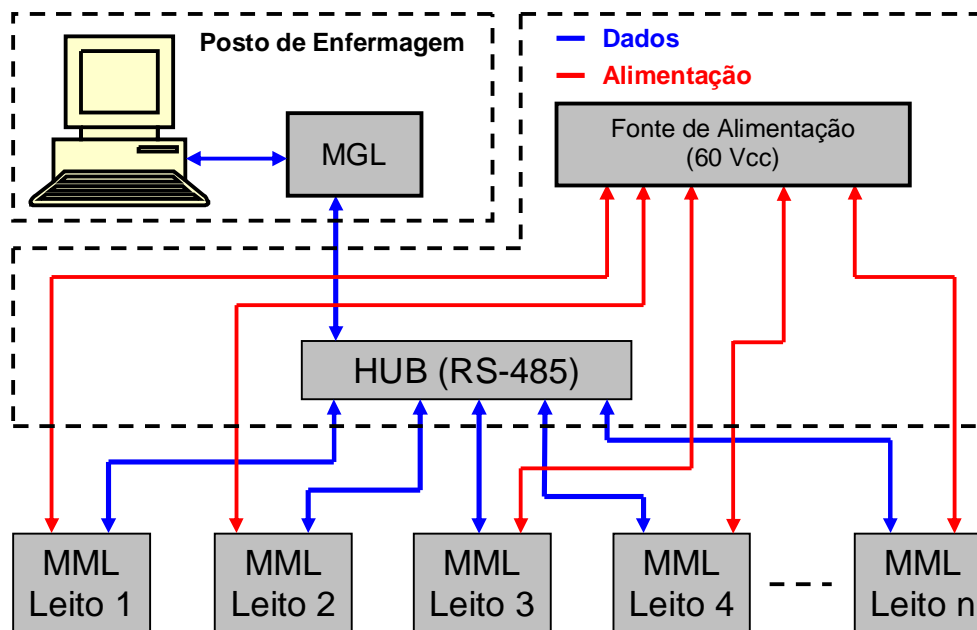
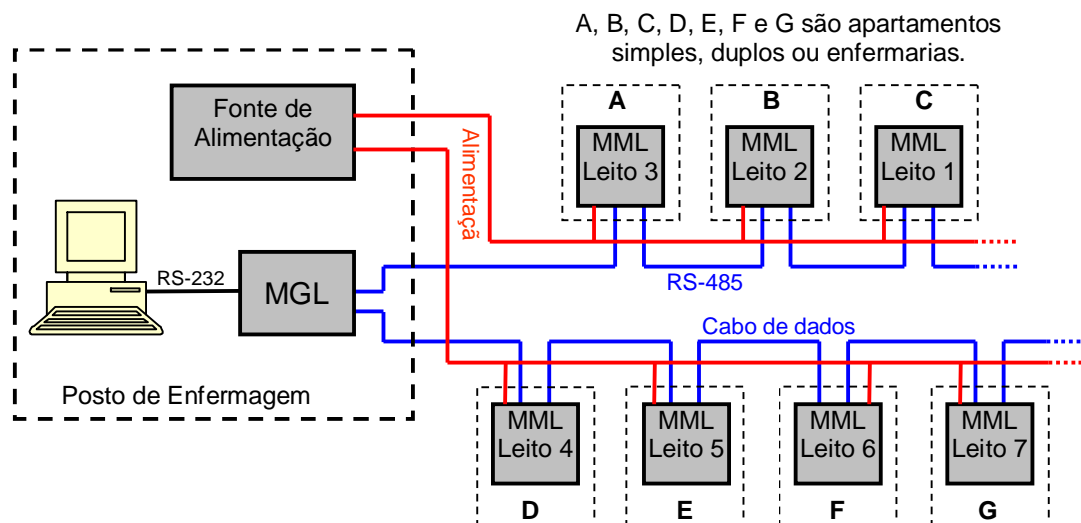

Figura 1 – Topologia Estrela – MML Versão 3.00
Figura 2 – Topologia Barramento – MML Versão 3.00
- Topologia **estrela** (veja a **Figura 1** abaixo)
- Topologia **barramento** (veja a **Figura 2** abaixo)
Siga os passos descritos no item 3.5.1 abaixo para efetuar as conexões e a instalação do MML seguindo a **topologia barramento**. Veja a Figura 2. Alternativamente, siga os passos descritos no item 3.5.2 para efetuar as conexões e a instalação do MML seguindo a **topologia estrela**. Veja a Figura 1.
No caso de se escolher a topologia barramento, a fonte deve ser instalada no posto de enfermagem. Veja a Figura 2, acima.